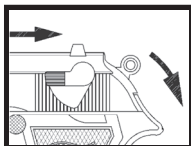

Fig. 5A
- Arme la pistola de aire tirando de la corredera completamente hacia atrás y suéltela, permitiendo que se mueva hacia el frente, o armando con el martillo (Fig. 5A & 5B).